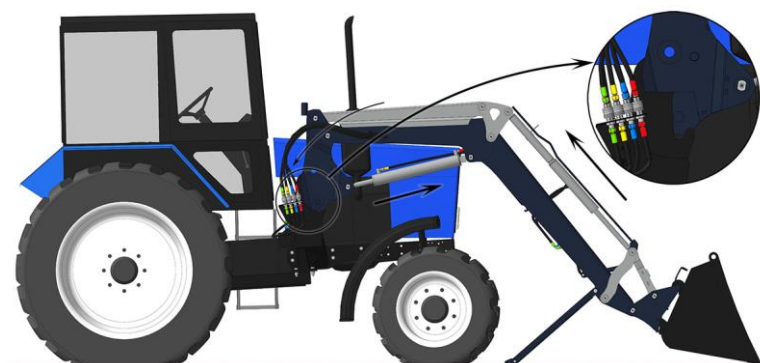

Рис. 2.8 – Подъехать на тракторе до упора стойки в пятку
- Подъехать на тракторе, чтобы ограничитель пятки уперся в стойку и опустить ось пятки в ловушку стойки (Рис. 2.8).